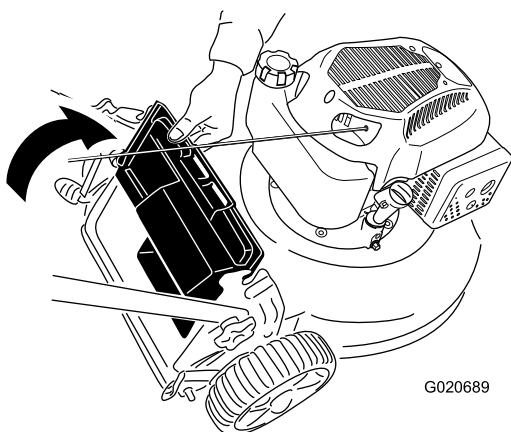

Figura 22
2. Tirate verso l'alto il deflettore posteriore e tenetelo sollevato (Figura 22).